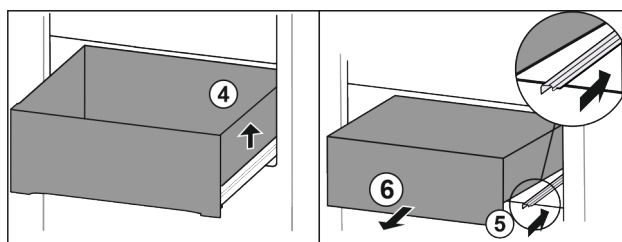

Fig. 114
- ▶ Løft skuffen i højre side. Fig. 114 (4)
- ▶ Skub den højre skinne ind. Fig. 114 (5)
- ▶ Tag skuffen ud fremefter. Fig. 114 (6)